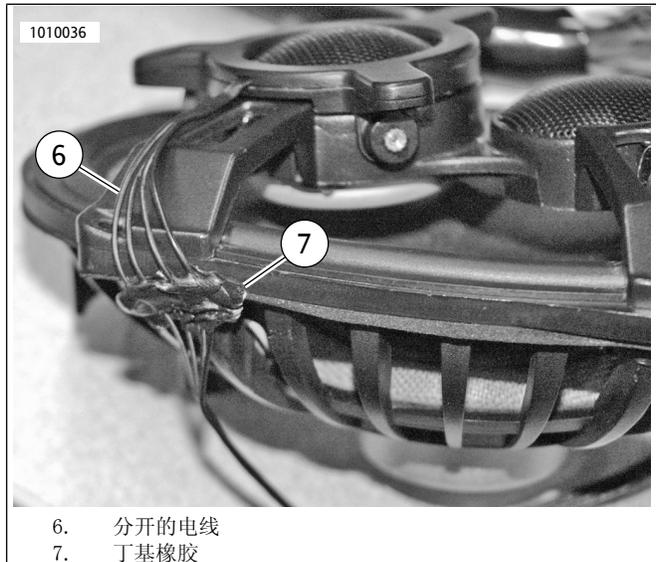
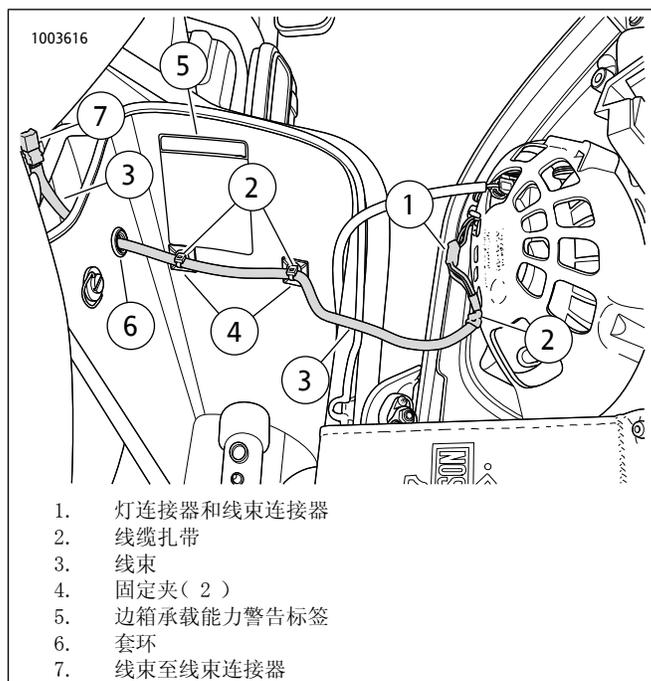

图22. 丁基橡胶
图24。布设边箱线路
14. 沿高音扬声器桥接(5)支腿布设线缆(4)。将套件中的胶带剪切至适当长度，然后用其将线缆固定至高音扬声器桥接背面。在灯模组附近找到可将线路单独分开的位置。参见图22。检查确认此分开的电线(6)区域位于扬声器密封垫上。将少量(豌豆大小)丁基橡胶(7)条置于密封垫区域分开的电线上。参见图24。使用线缆扎带(2)将线缆固定至扬声器背面。
15. 参见图 24。从线束(3)端头将套环(6)滑动约11厘米(4-1/2英寸)。这样可在安装套环之后在边箱外侧留出约11厘米(4-1/2英寸)。
18. 参见图24。将灯模组的连接器(1)插入线束。靠近接头使用线缆扎带(2)将线束固定至扬声器。